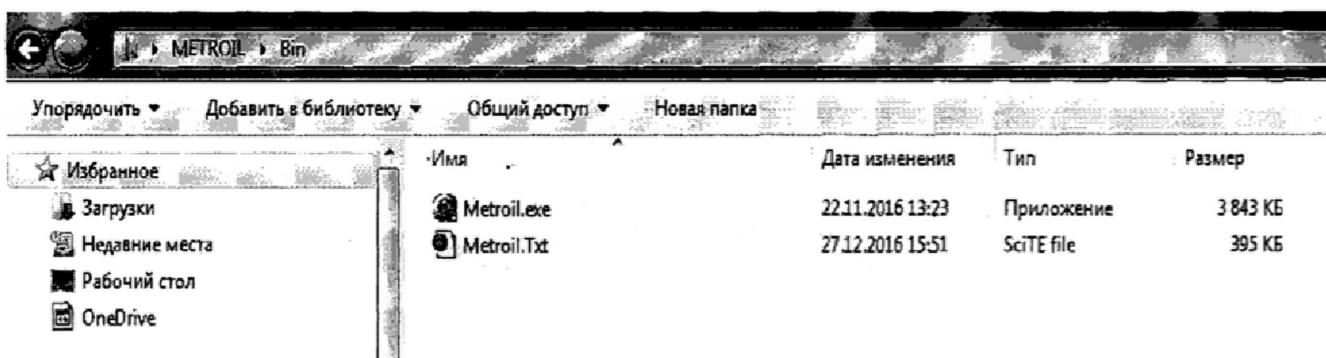
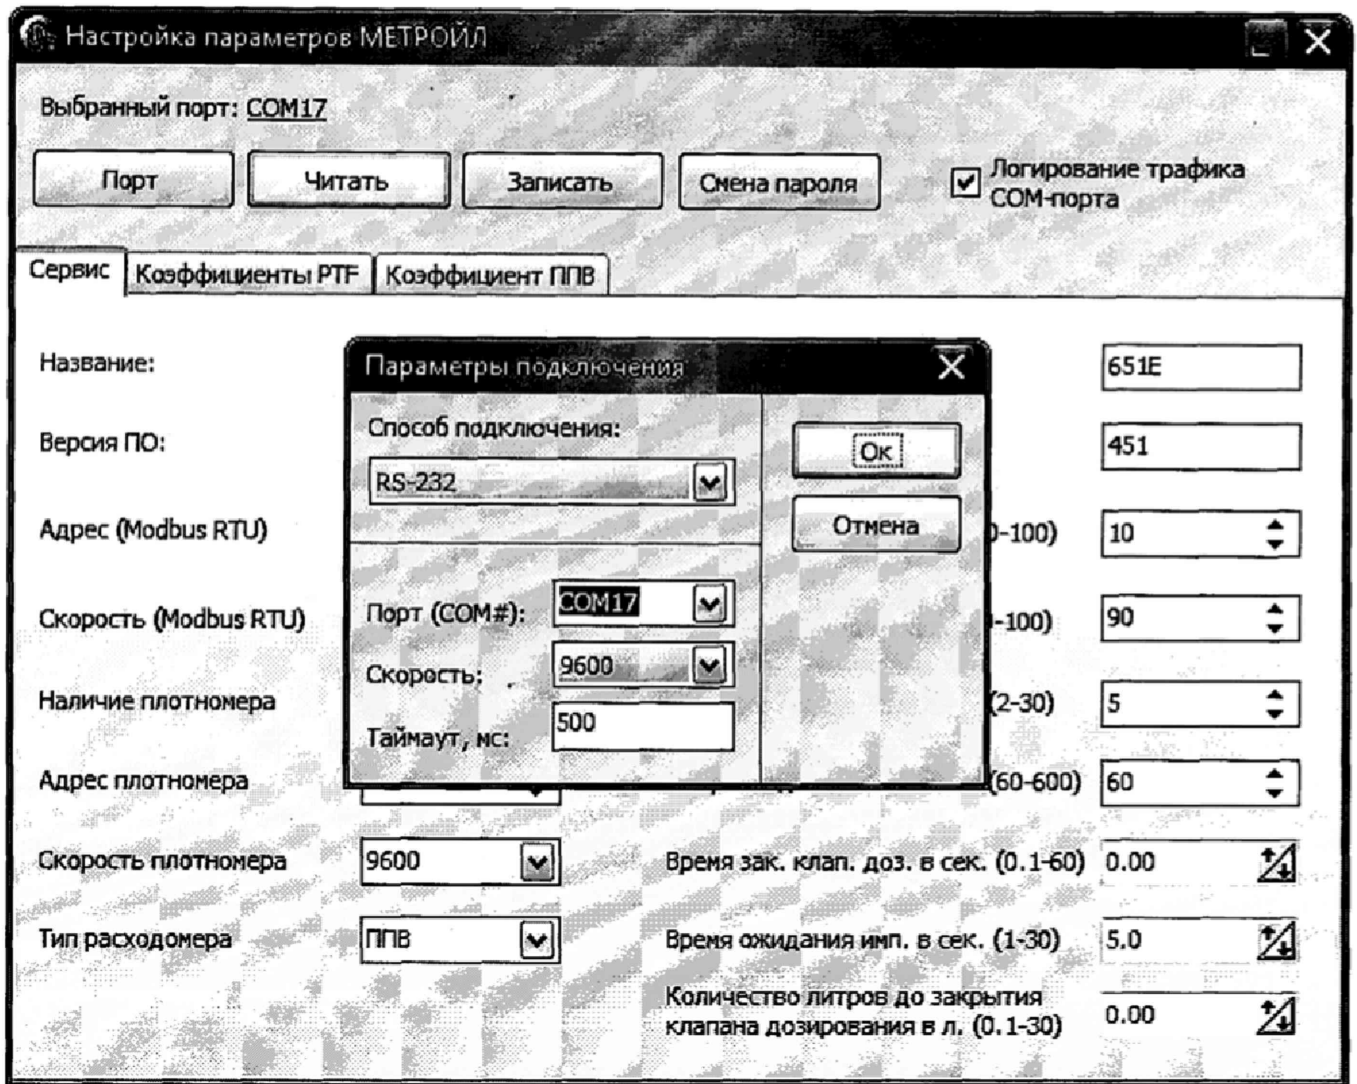

Рисунок 8
Рисунок 9.
11.2.1.1 Подключить контроллер к компьютеру через интерфейс USB, запустить программу «Metroil.exe» (рисунок 8), (Включенную в комплект поставки) запустится сканирование всех доступных COM-портов (рисунок 9).
11.2.1.2 Необходимо нажать на кнопку «Порт» выбрать соответствующий COM-порт к которому подключен контроллер (рисунок 9).